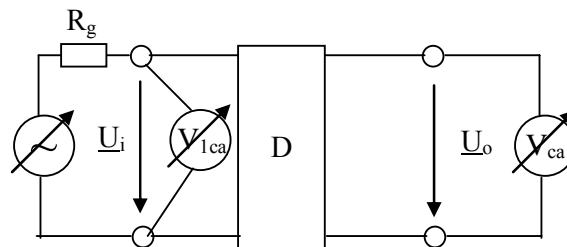

Figura 3: Montajul de măsură pentru ridicarea caracteristicii de amplitudine
b) Se realizează circuitul pe placa de test (vezi lucrarea 3 pentru modul de interconectare, pe spatele plăcii, a găurilor). În figura 3 este precizat modul de conectare a aparatelor de măsură și a generatorului. Blocul D din figură simbolizează circuitul care se măsoară. Semnalul de la intrare se măsoară cu multimetrul numeric, iar cel de la ieșire cu milivoltmetrul analogic de c.a.